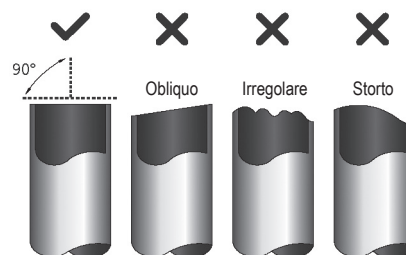

Fig. 6.1
1. Assicurarsi che il tubo sia tagliato con un'angolazione precisa di 90°. Fare riferimento alla Fig. 6.1 per gli esempi di taglio da evitare